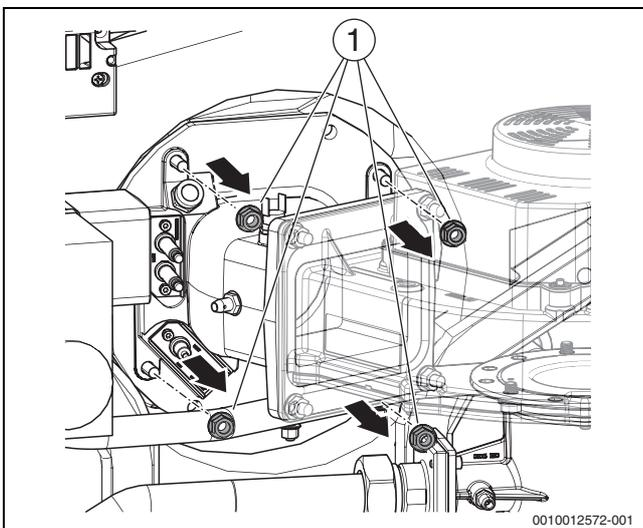
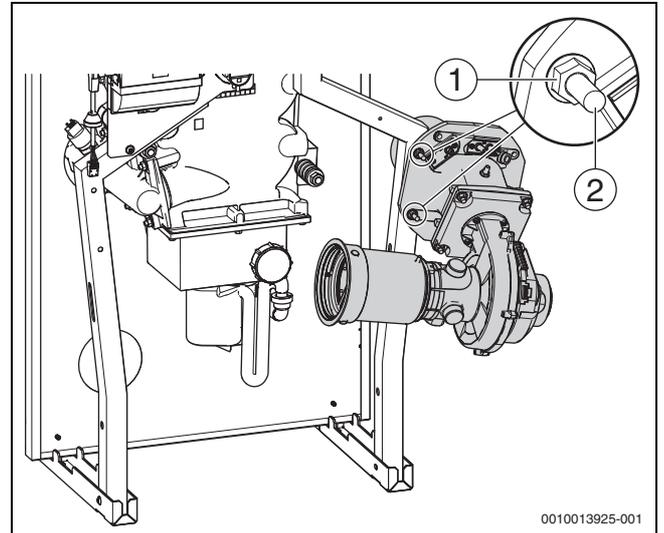

Bild 46 Muttern am Gemischkrümmer lösen
Bild 47 Brenner in Wartungsposition (Montage rechts)
► Brenner mit Flansch auf die werkseitig montierten Schrauben (→Bild 47, [2]) aufstecken und mit zwei der zuvor entfernten Befestigungsmuttern (→Bild 46, [1]) sichern.